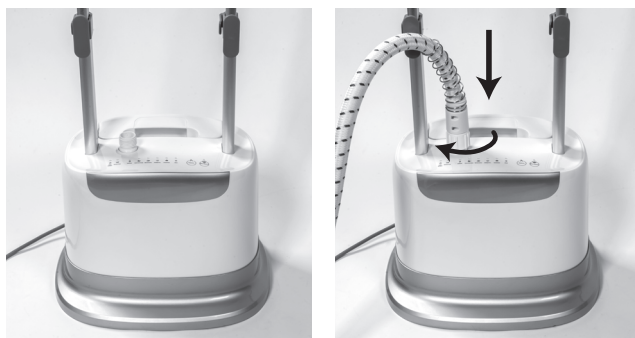

Рис. 5
6.1.5 Соедините теплоизолированный шланг парового утюжка с трубкой для подсоединения на корпусе прибора и закрутите по часовой стрелке. (рис. 5).